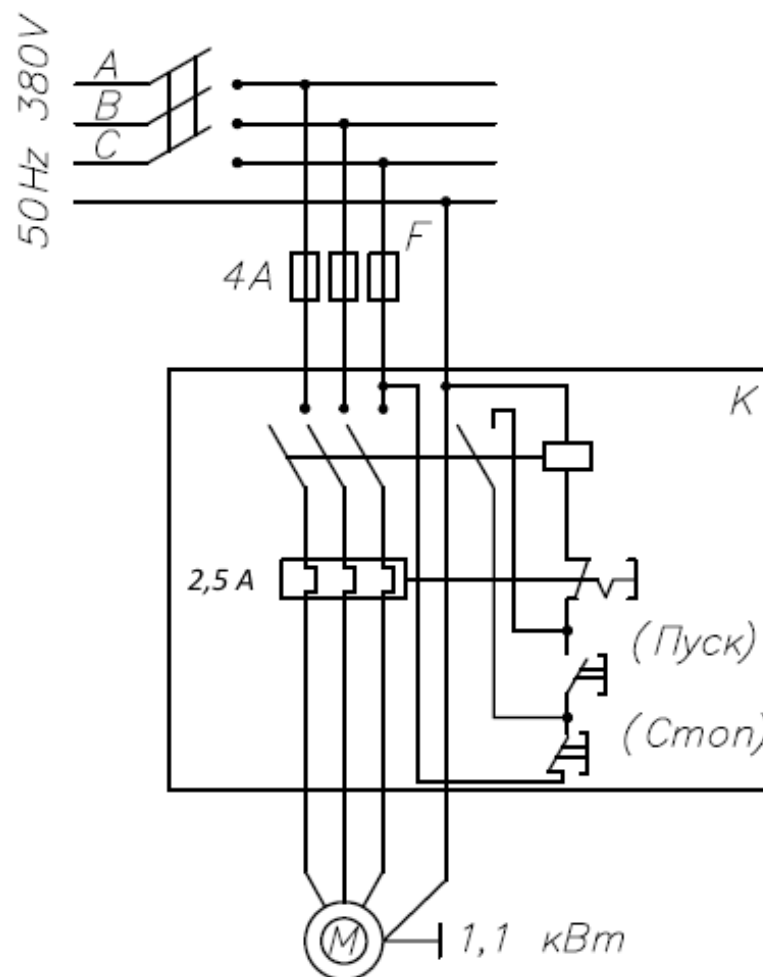

Рис.3 Схема подключения насоса к электрической сети
5.3 Подключение насоса к пуско-защитной аппаратуре производить согласно рис.3. При этом необходимо использовать пуско-защитную аппаратуру, соответствующую по своим параметрам величине номинального тока электродвигателя, а по степени защиты и климатическому исполнению-условиям эксплуатации.